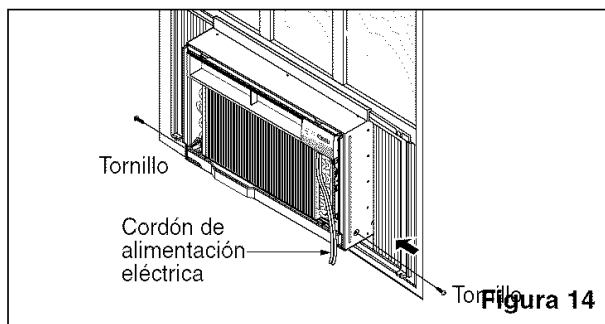

Figura 14
**12** Deslice el chasis hacia el interior del gabinete. (Figura 14)